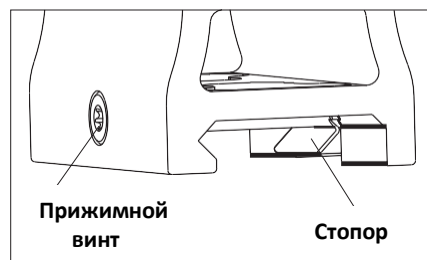

Рис. 4
2. Чтобы установить прицел, ослабьте винт поперечного стопора ключом Torx T10 (входит в комплект поставки). Установите прицел на подходящее место на планке Picatinny. Сдвиньте его вперед до упора, в направлении дульного среза, и затяните прижимной винт (Рис.4)